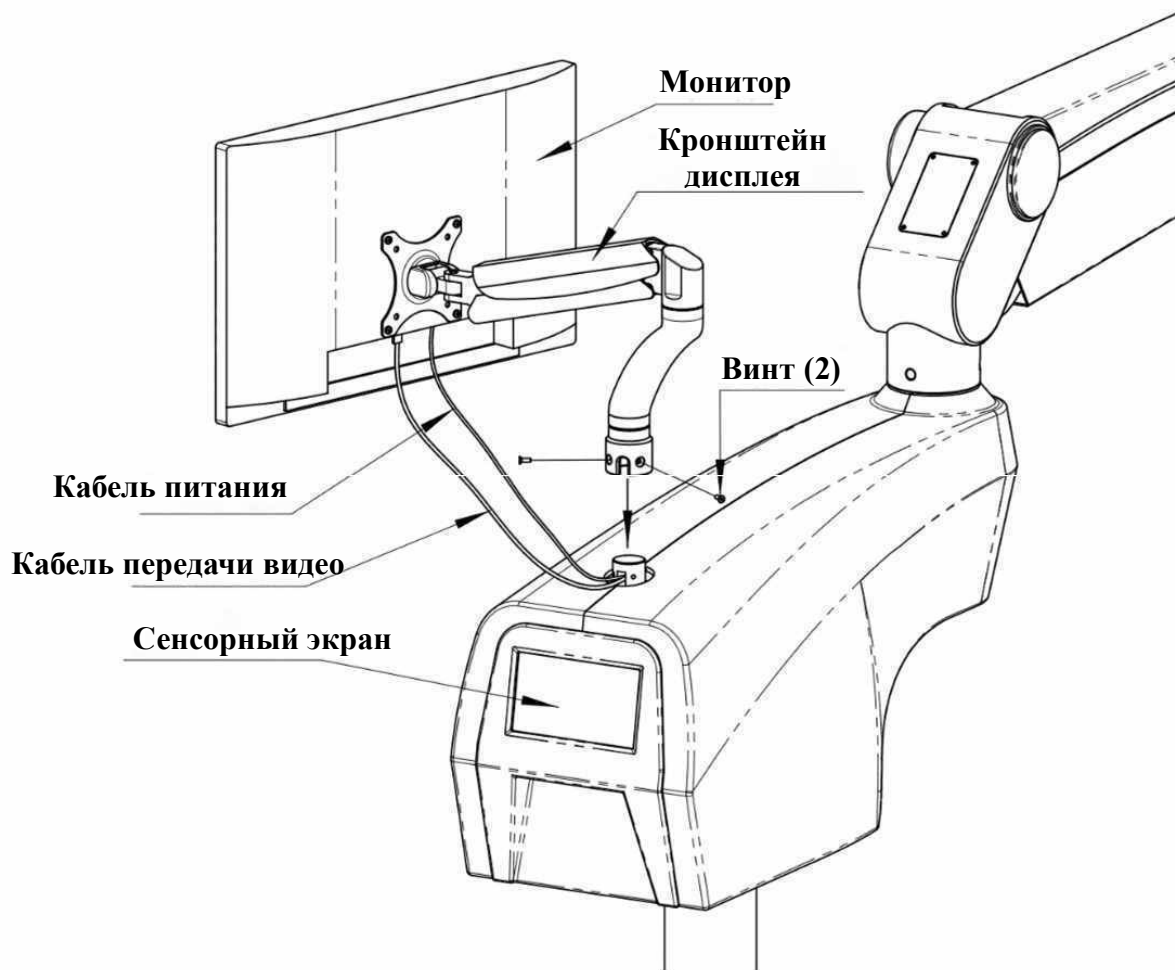

Рис. 9. Установка системы отображения
(7) Установка системы отображения (см. рис. 9)